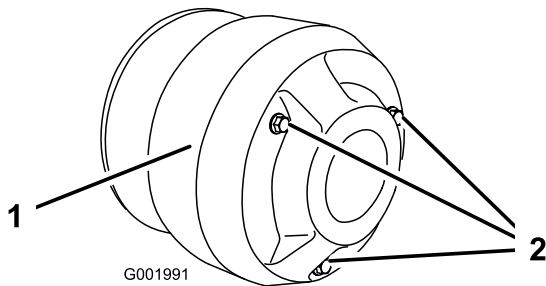

Bild 59
- Entfernen Sie die drei Schrauben, mit denen die Abdeckung an der Kupplung befestigt ist und nehmen Sie die Abdeckung ab (Bild 59).